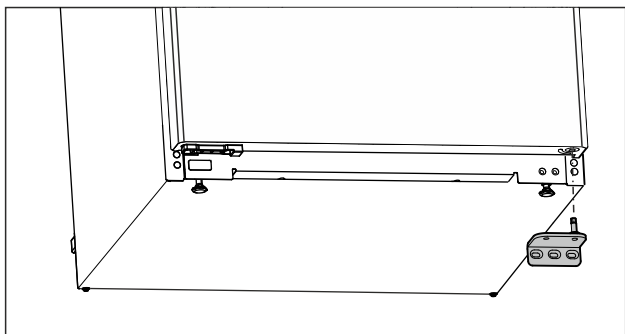

Fig. 8
- ▶ Retirer le support de palier vers le bas. (voir Fig. 8)